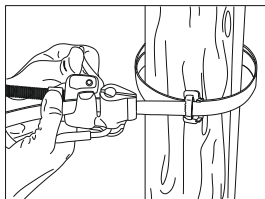

Рисунок 3
- прижать изделие, которое требуется закрепить, к опоре и пропустить ленту бандажную через технологические отверстия в изделии. Свободный конец ленты пропустить через скрепу и вложить в паз головки инструмента ИНСЛ-1 (рисунок 3);